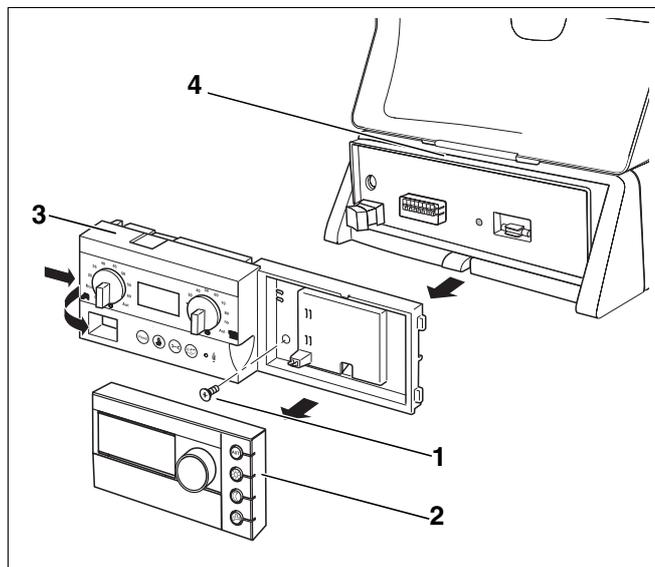

Fig. 5 Démontage du module de commande RC30/du contrôleur de base BC10
Pour remplacer le fusible, vous devez démonter le contrôleur de base BC10 (fig. 5, **pos. 3**) de l'appareil de régulation MC10 (fig. 5, **pos. 4**). Procédez comme suit:
- Retirez le module de commande RC30 (fig. 5, **pos. 2**) et desserrez la vis de sécurité (fig. 5, **pos. 1**, le cas échéant).
- Appuyez sur la languette de déverrouillage du contrôleur de base BC10 et séparez le contrôleur de base BC10 de l'embase dans le sens de la flèche (fig. 5).